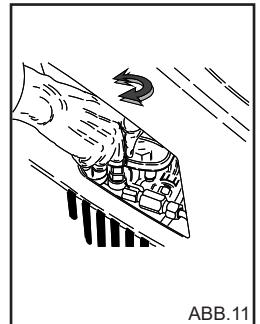

ABB. 11
Dieses Kapitel bezieht sich nur auf Modelle mit „Druckregelvorrichtung“. Mit der Druckregelvorrichtung, Abb. 11 kann der Arbeitsdruck geregelt werden. Durch Drehen des Griffs C entgegen dem Uhrzeigersinn (B) (Minimum) wird der Betriebsdruck verringert.